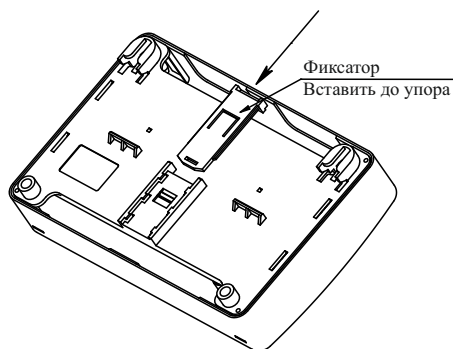

Рисунок 4
- г) при установке на DIN-рейку (рисунок 4):